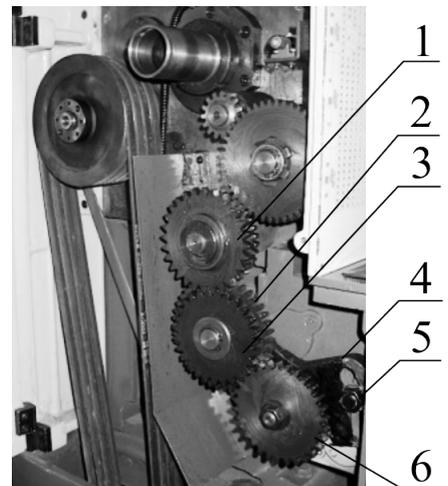

Рисунок 18.
**Замена шестерен гитары подач (см. рис. 18):**